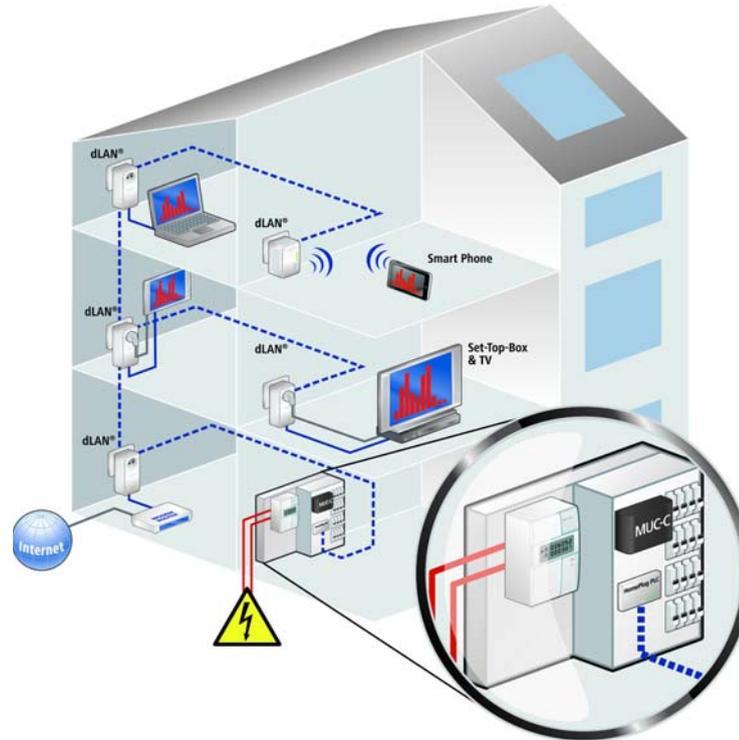

Abb. 3
**dLAN 200 AVpro DINrail als Bindeglied zwischen Energiewirtschaft und Telekommunikation zur Energiedatenerfassung (Abb. 3)**